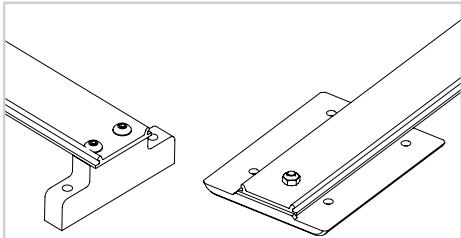

図 5
- 4) ベルトをブロック/プレートに固定しているネジとナットを取り外します(図 5)。